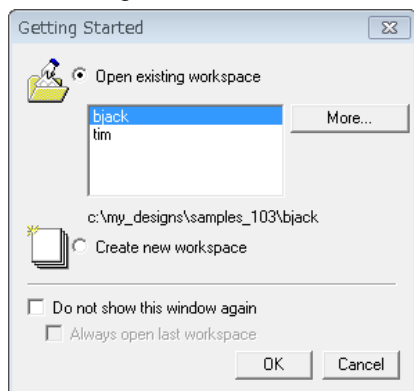

図 2-2
- Getting Started ウィンドウ(図 2-2)
- Getting Started ウィンドウ (図 2-2) でワークスペース名を指定します。